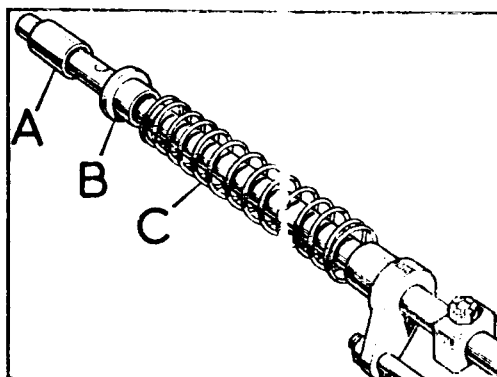

Fig. C1-59 Eje selector de la reductora
3.2.5. Instalar el muelle, C (Fig. C1-59), casquillo, B, y manguito separador, A, sobre el eje selector.